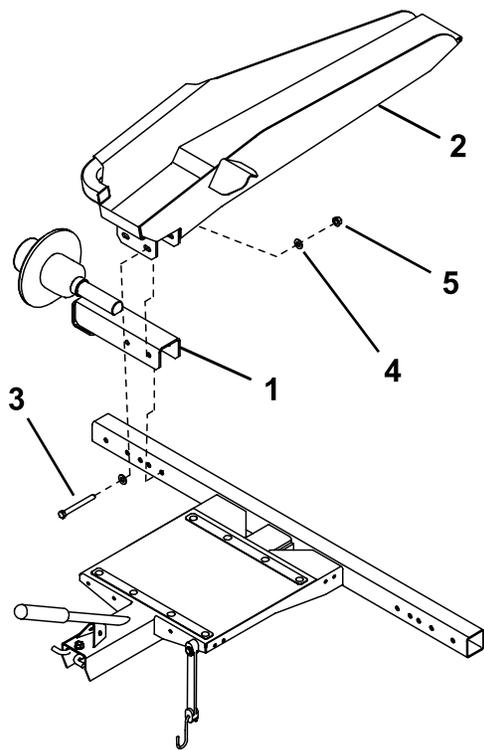
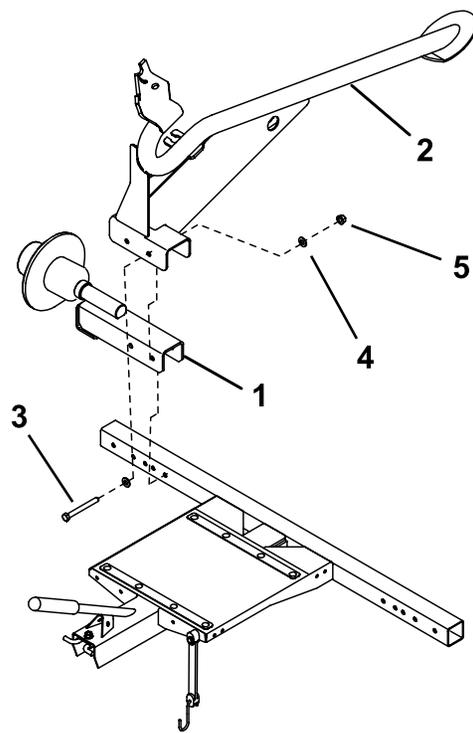

Рисунок 3
Рисунок 4
2. Прикрепите сборочный узел оси и рамы (Рисунок 3) или рейлинга (Рисунок 4) к каждому концу рамы с помощью 2 болтов (3/8 x 3 дюйма), 4 шайб и 2 гаек.